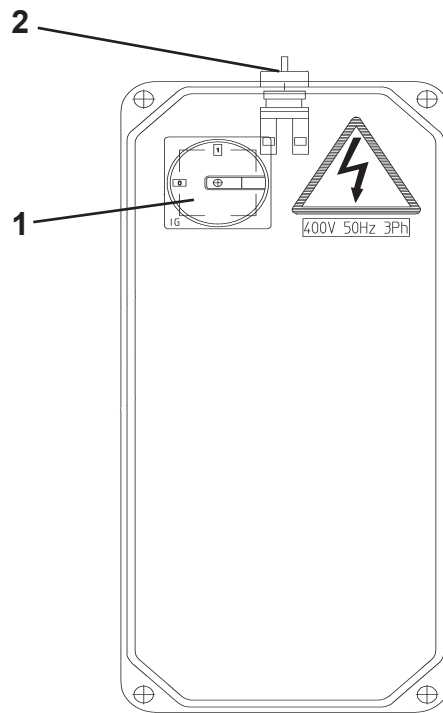

Fig. 19
Rif. Fig.19
Ref. Fig. 19
Zu Abb. 19
Réf. Fig. 19
Ref. Fig.19
Accensione (Vedi Fig. 19) – Mettere l'interruttore generale in posizione 1 e premere il tasto (1), le piastre automaticamente inizieranno a posizionarsi al centro: Se le piastre sono centrate, il LED DESTRO si accende a luce fissa. Se le piastre non sono centrate, entrambi i LED SINISTRO e DESTRO lampeggiano contemporaneamente (Vedi pagina 55 – Risoluzione problemi)
Starting (See Fig. 19) – Set the main switch to position 1 and press button (1), the plates will automatically begin to move towards the centre:
Starten (siehe Abb. 19) – Hauptschalter auf Position 1 stellen und Taste (1) drücken, Die Platten beginnen automatisch, sich in Richtung Mitte zu bewegen:
Démarrage (Voir Fig. 19) – Mettre l'interrupteur principal en position 1 et appuyer sur le bouton (1), les plaques commenceront automatiquement à se déplacer vers le centre :